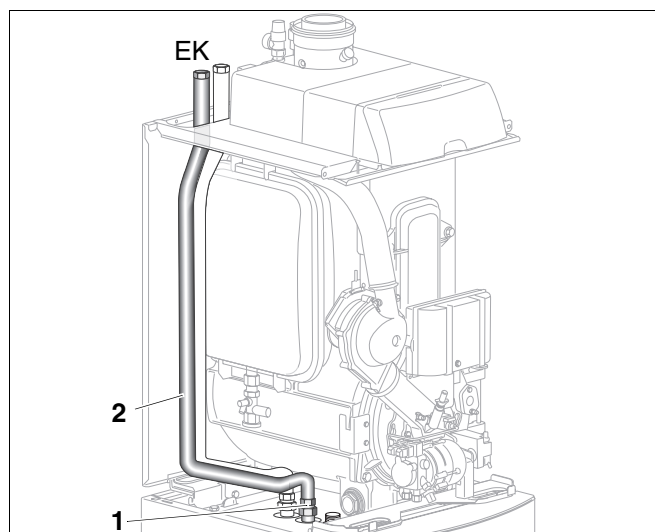

Abb. 28 Kaltwasserrohr montieren
- Übergangverschraubung (Abb. 28, **Pos. 1**) am Speicheranschluss (EK) eindichten.
- Kaltwasserrohr (Abb. 28, **Pos. 2**) mit vormontiertem O-Ring auf die Übergangverschraubung (Abb. 28, **Pos. 1**) stecken und mit Mutter handfest anschrauben.
- Kaltwasserrohr (Abb. 28, **Pos. 2**) ausrichten (siehe Abb. 28).
- Kaltwasserrohr (Abb. 28, **Pos. 2**) an Rohrhalterung stecken.